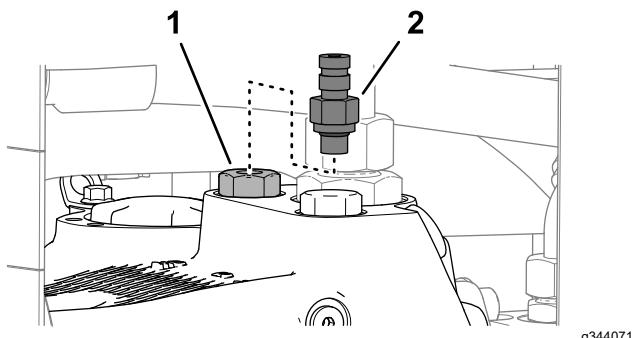

Bild 20
3. Montieren Sie die Schnelltrennanschluss (Bild 20) in das Reduzierstück.